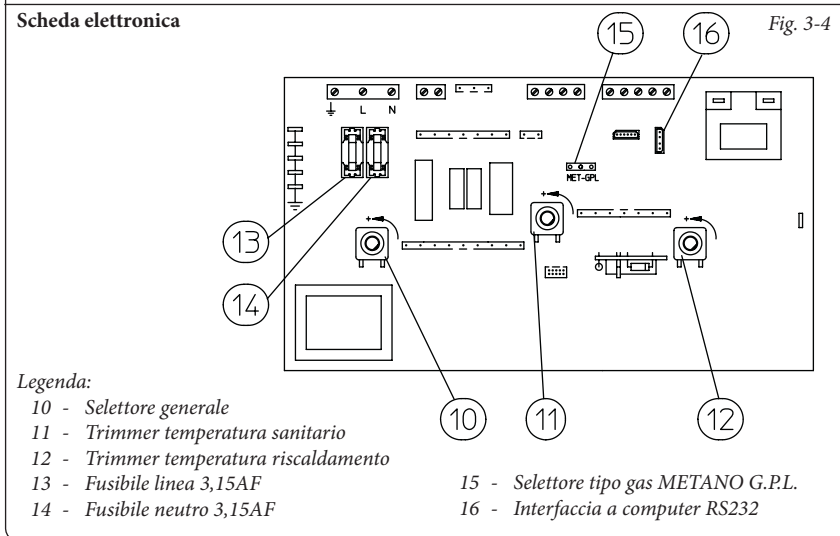

Fig. 3-4
- spostare il ponte 15 (Fig. 3-4) nella posizione corretta per il tipo di gas in uso (Metano o G.P.L.);